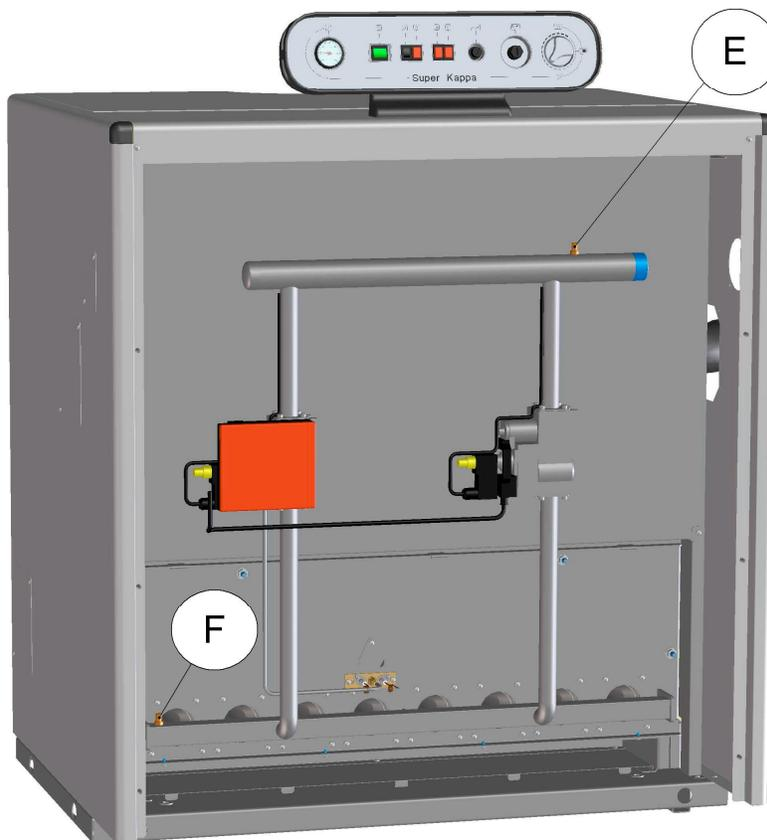
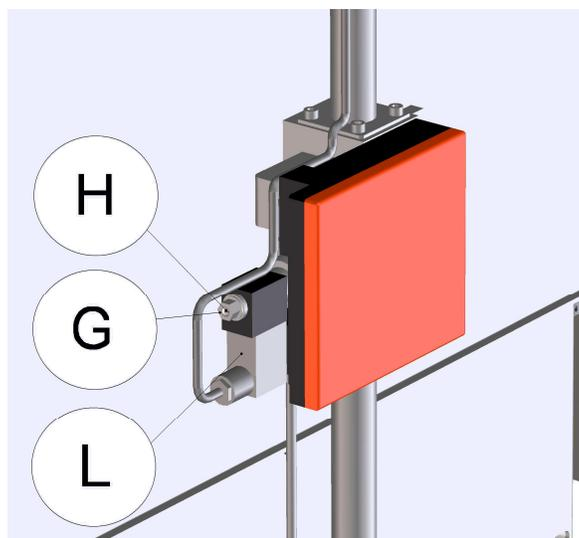

fig. 8.2
Fig. 8.3
- 2 A caldaia spenta (fuori servizio), controllare con un manometro la pressione di alimentazione utilizzando la presa pressione ingresso valvola gas (E in fig. 8.2) e confrontare il valore letto con quelli riportati nella tabella **Pressioni di alimentazione gas** al capitolo 4.3.
Controllare la massima portata di gas al contatore secondo la tab. 8.2; per controllare il valore di pressione utilizzare la presa di pressione sul bruciatore (F in fig. 8.2) e confrontare quest'ultimo valore con quelli riportati in tab. 8.1.
- 5 Per regolare la pressione del gas a valle della valvola per il funzionamento in alta fiamma togliete il cappuccio di protezione del regolatore di pressione ed agite con una chiave apposita sul dado esterno (G in fig. 8.3).
- 6 Spegner la caldaia premendo il pulsante acceso/spento (IG)
- 7 Scollegare il cavo di alimentazione alla bobina (L in fig. 8.3).
- 8 Accendere la caldaia premendo il pulsante acceso/spento (IG)
- 10 Per regolare la pressione del gas a valle della valvola per il funzionamento in bassa fiamma agite con un cacciavite apposito sulla vite (H in fig. 8.3)
- 11 Spegner la caldaia premendo il pulsante acceso/spento (IG)
- 12 Collegare il cavo di alimentazione alla bobina (L in fig. 8.3).
- 13 Accendere la caldaia premendo il pulsante acceso/spento (IG)
- 15 Richiudere bene la presa di pressione sul bruciatore (F in fig. 8.2).